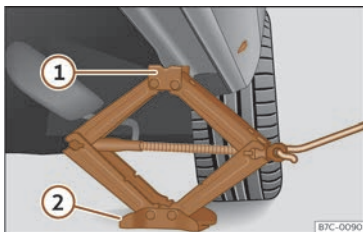

Fig. 197 Bas de caisse : emplacement du cric du véhicule.
- Tournez la manivelle du cric, placé sous le point d'appui du bas de caisse, pour le lever jusqu'à ce que l'ergot (1) >>> fig. 197 se trouve sous le logement prévu à cet effet.
- Alignez le cric de sorte que l'ergot (1) « s'encastre » dans le logement prévu à cet effet sur le bas de caisse et que la plaque de base mobile (2) repose sur le sol. La plaque de base (2) doit se situer à la verticale du point d'appui (1).